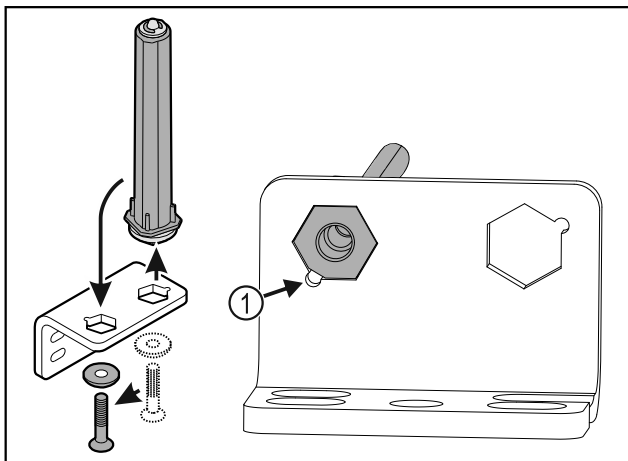

Fig. 32
- ▶ Pass på at den skrå kanten på bolten Fig. 32 (1) peker mot det runde hullet under innsettingen.